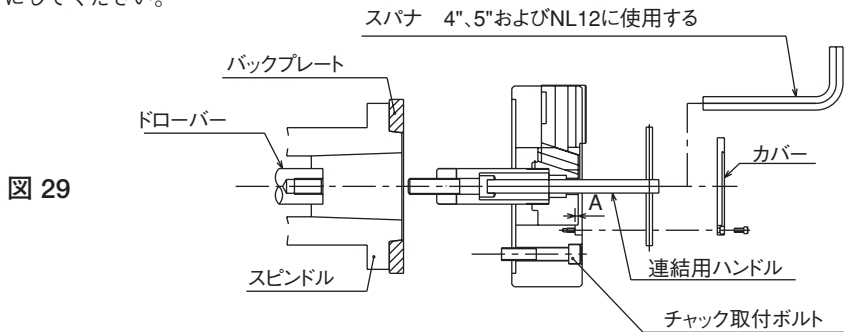

図 29
- ・ シリンダ前進端でのウェッジプランジャの適正位置は、図 29 の寸法 A が下表となる位置です。